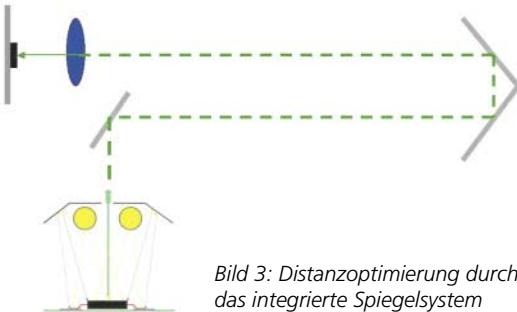

Bild 3: Distanzoptimierung durch das integrierte Spiegelsystem
S.L.C. hat das CCD-Zeilenkamera-System Quins mit der Beleuchtung soweit optimiert, dass eine einzigartige Bildqualität erzielt wird. Das optimierte Beleuchtungsprinzip bei der Hardware ist eine optimale Mischung aus Direkt- und Streulicht, gleichmäßig verteilt über die gesamte Bildbreite, hervorgerufen durch die speziellen Lampen und dem für Quins entwickelten Reflektorsystem (**Bild 2**). Die Distanzoptimierung durch das integrierte Spiegelsystem (**Bild 3**) verringert ▷